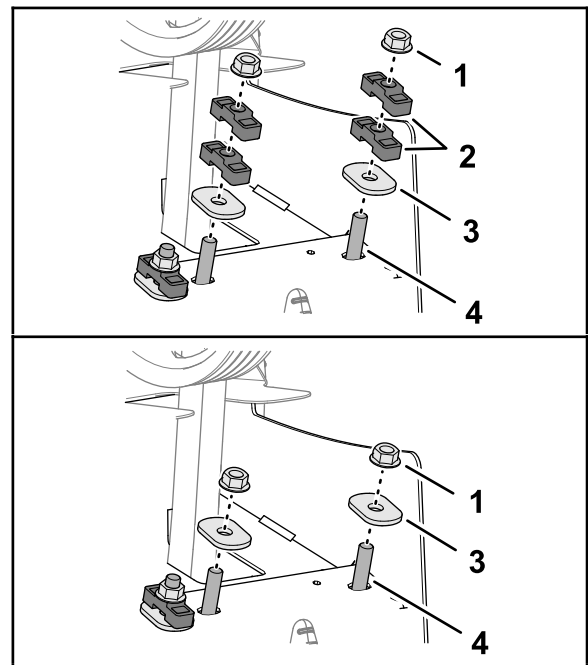

Figura 134
- Fije el eje del amortiguador y los espaciadores en el bastidor trasero con las arandelas ovaladas endurecidas y las contratuercas (Figura 134).